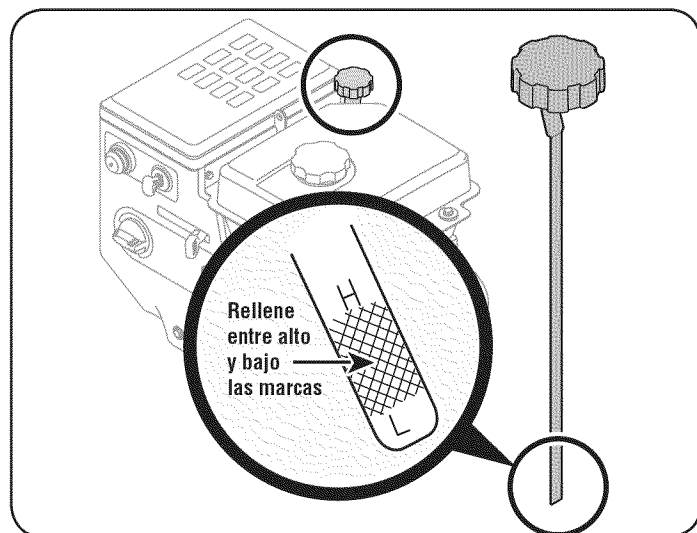

Figure 10
1. Retire el tapón de llenado de aceite / varilla y limpiar la varilla limpia. Ver fig. 10.
3. Retire el tapón de llenado de aceite / varilla medidora. Si el nivel es bajo, añadir el aceite lentamente hasta el nivel de aceite entre los registros de altura (H) y bajo (L), fig. 10. Consulte la sección de mantenimiento del motor para corregir el aceite de viscosidad del aceite del motor y la capacidad.